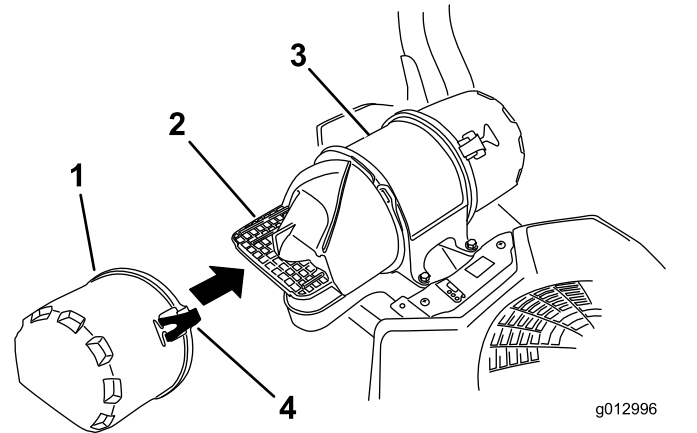

Figura 54
3. Abra los cierres del limpiador de aire y tire de la tapa de la entrada de aire para separarla del cuerpo del limpiador de aire (Figura 54).
5. Instale la tapa de la entrada de aire y sujétela con los enganches (Figura 54).